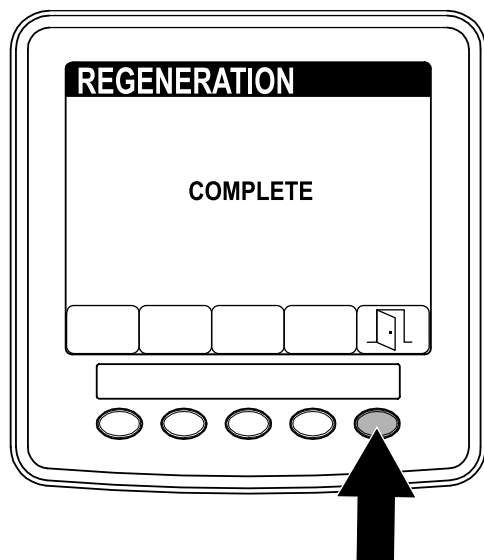

Figura 54
5. Al termine della rigenerazione, sull'Infocenter viene visualizzata la schermata COMPLETE (Completa). Premete il pulsante 5 per tornare al menu SERVICE (Manutenzione) (Figura 54).